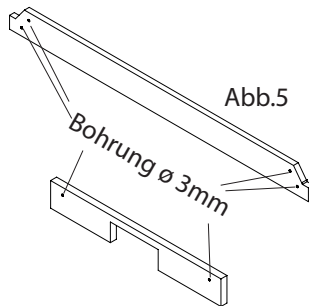

Abb.5
5. Löcher $\varnothing 3\text{mm}$ für die spätere Verschraubung wie in der Abb. 5 gezeigt bei den Seiten und Torleisten vorbohren und mit dem Kegelsenker von aussen ansenken (siehe Schablone Seite 7)